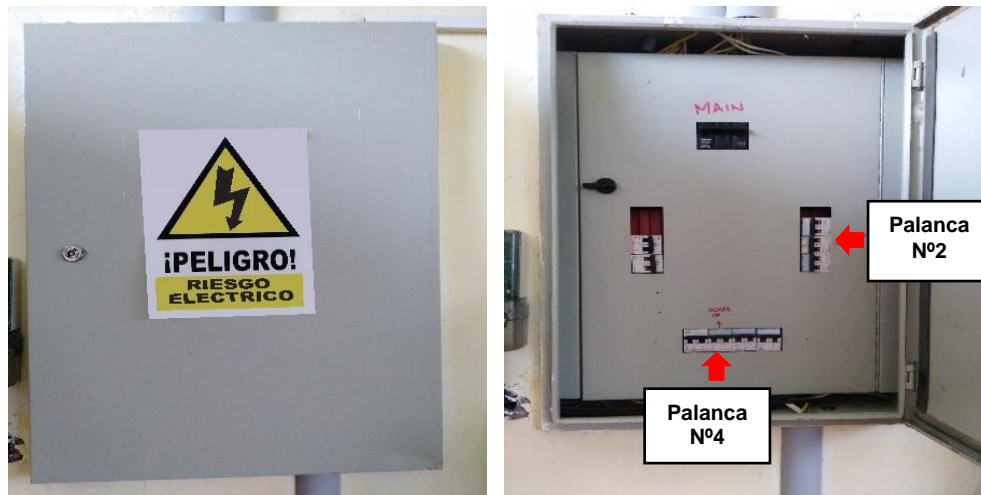

Fig.1 Vista detallada de las palancas termomagnéticas N°2 y N°4
- Las palancas termomagnéticas N°2 y N°4 siempre deben estar encendidas ya que distribuyen energía al refrigerador que contiene los estándares líquidos de mercurio y la N°4 a los congeladores de la sala de preparación (Fig. 1).